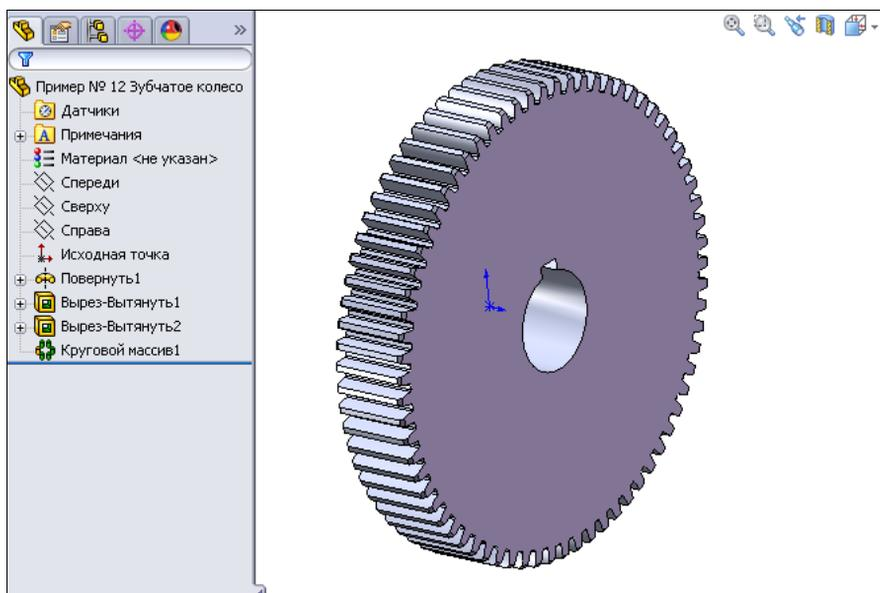

Рис. 2.151
- Нажмем кнопку **ОК** , чтобы закончить построение зубчатого колеса. На экране отобразится зубчатое колесо со шпоночным пазом (рис. 2.151).